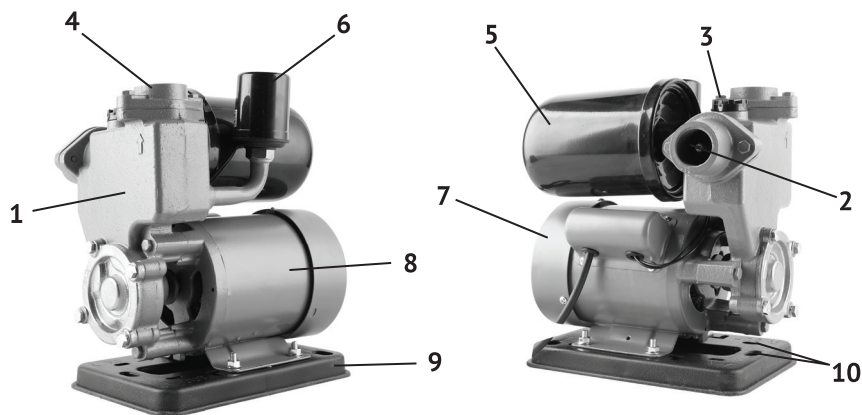

рис. 1
Привод насоса станции осуществляется однофазным асинхронным двигателем переменного тока (рис.1 поз.8). На якорь двигателя крепится металлическая крыльчатка. Вращающееся с высокой скоростью рабочее колесо (крыльчатка) повышает давление воды в гидроаккумуляторе, реле давления (рис.1 поз.6) при достижении заданного давления отключает насос. Таким образом в гидроаккумуляторе создаётся давление, необходимое для подъёма воды на нужную высоту. При расходе воды, давление в гидроаккумуляторе понижается. При достижении определённого давления, реле давления включает двигатель насоса. Для защиты двигателя от перегрева, в обмотку статора встроено тепловое реле. Реле отключает двигатель при перегреве, оберегая обмотку статора. После срабатывания теплового реле требуется некоторое время для остывания двигателя насоса, после чего он автоматически включится в работу.
2.4 Общий вид* станции представлен на рис.1
2.5 Двигатель (рис.1 поз.8) в металлическом корпусе и насосная часть в чугунном корпусе (рис.1 поз.1) скреплены в единый агрегат. Сверху, над корпусом двигателя, расположен гидроаккумулятор (рис.1 поз.5) с реле давления (рис.1 поз.6). Насос приводится в действие асинхронным двигателем переменного тока. Подключение насоса к сети осуществляется кабелем питания со штепсельной вилкой с заземляющим контактом. Насосная часть станции имеет два отверстия ($\varnothing$ внутр. = G1) для присоединения входной (рис.1 поз.2) и выходной (рис.1 поз.4) трубы (шланга). Сверху расположена заливная горловина с пробкой (рис.1 поз.3).
Установить станцию на ровной твёрдой поверхности. Для уменьшения вибрации рекомендуется закрепить основание (рис.1 поз.9), используя монтажных отверстия (рис.1 поз.10). Станцию лучше всего расположить как можно ближе к источнику (скважине, колодцу) подачи воды.
Труба (шланг) всасывающей магистрали присоединяется к входному резьбовому (G1) отверстию (рис.1 поз.2). При монтаже её горизонтального участка необходимо обеспечить непрерывный угол подъёма от источника водозабора до насоса (не менее 1° к горизонту). Обратные углы не допускаются (во избежание образования воздушных пробок) (рис.3)
- вкрутить (сняв заглушки) во входное (рис.1 поз.2) и выходное (рис.1 поз.4) отверстия штуцера для присоединения шлангов всасывающей и напорной линий;
- аналогично установить на выходное отверстие (рис.1 поз.4) штуцер и шланг отводящий воду и закрепить его хомутом.
- открыть пробку заливной горловины (рис.1 поз.3);
6.2 Ежемесячно проверяйте давление воздуха в гидроаккумуляторе (автомобильным манометром через ниппель). Для этого отключите станцию и слейте воду из напорной магистрали, используя отверстие (рис.1 поз.12).